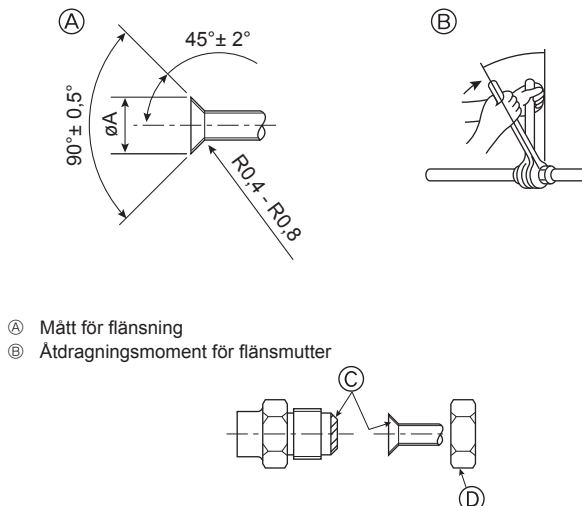

Fig. 4-8
4.2. Anslutningsrör (Fig. 4-8)
① (Fig. 4-8)
② (Fig. 4-8)